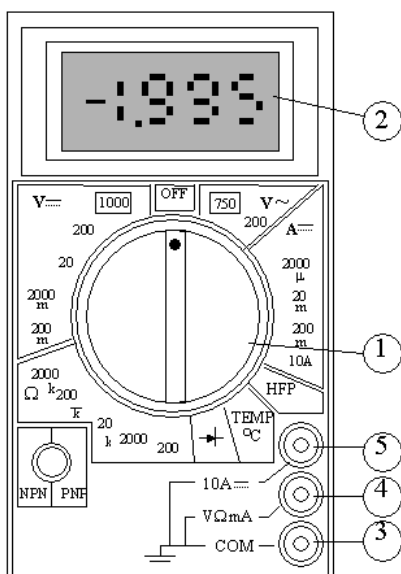

Рис.2
К установке прилагается *мультиметр* (рис.2) - прибор для измерения в широких пределах ряда электрических величин (силы и напряжения постоянного и переменного тока, сопротивления резисторов, проверки качества диодов и транзисторов). *Переключатель* рода работ мультиметра
4. Вставить штекеры измерительных проводов в гнезда на панели мультиметра: черный в гнездо ③ и красный в гнездо ④ (рис.2).